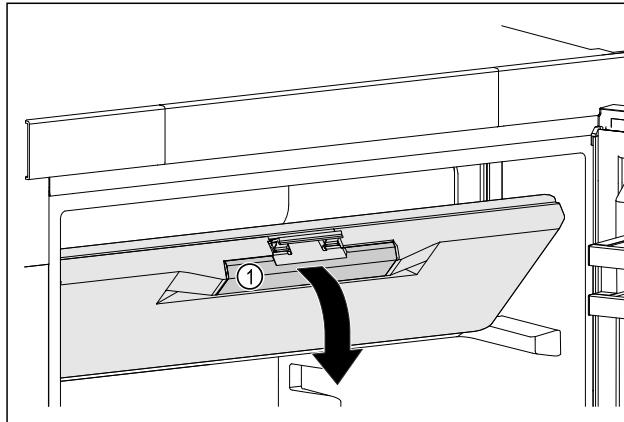

Fig. 43
- Возьмитесь за утопленную ручку Fig. 43 (1) на двери морозильного отделения.